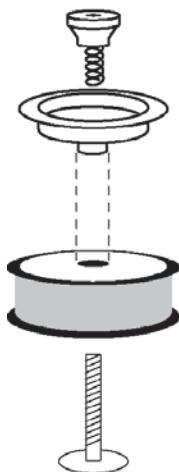
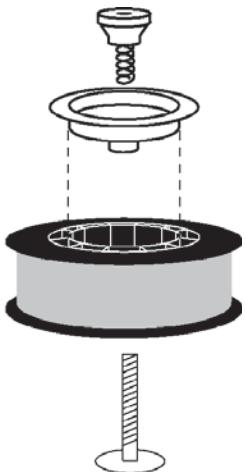

Figura 7A.
Figura 7B.
- Si se está instalando un carrete de alambre de 10cm (4"), instalar el mecanismo del freno sobre el carrete como en la Figura 7A; pero si se instala un carrete de 20 cm (8"), instalar un adaptador de eje y el mecanismo de freno como en la Figura 7B. El propósito del freno es detener el giro del carrete casi al mismo tiempo que se interrumpe la alimentación del alambre.